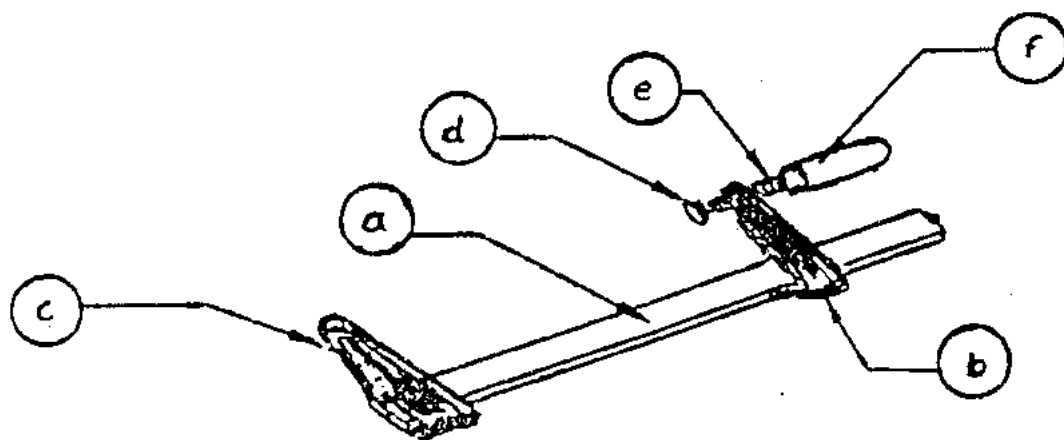

Fig. 64
- a) **Prensa de barra.-** Como su nombre lo dice es una prensa de barra, de sección rectangular, pulida, moleteada en los cantos, con dos quijadas, una fija y otra móvil (fig. 64).